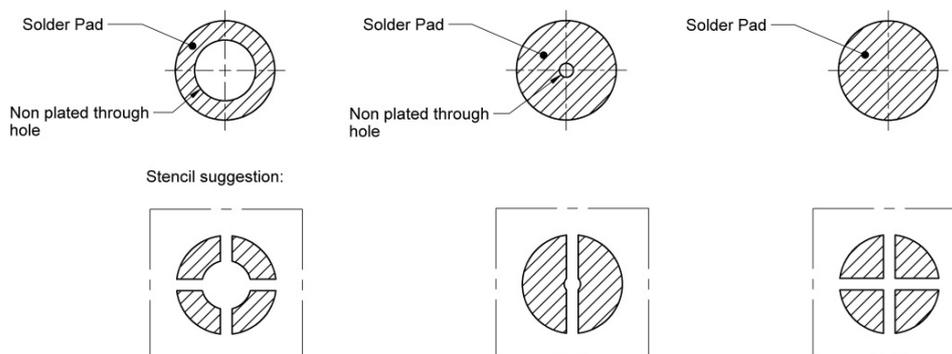

Bild 5
- Die Lötchablone (Bild 5) sollte wie in jedem **REDCUBE SMD** Datenblatt spezifiziert ausgeführt werden. Die Bohrungen in der Leiterplatte müssen durch die Lötchablone abgedeckt werden, damit kein Lötzinn in die Bohrungen gelangt.